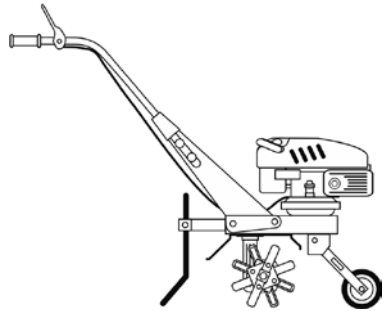
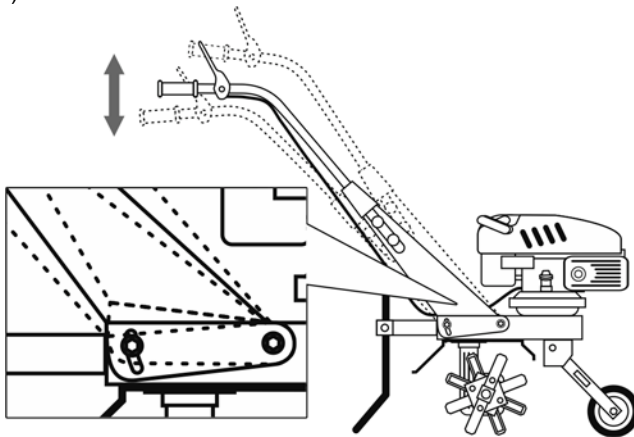

Рис. 4.5.
Рис. 4.6.
7. Встановити рукоятки керма на балку керма (див. рис. 4.5.), протягнувши їх у отвори вушка і закріпивши кожен рукоятку двома болтами з доданого комплекту. При необхідності відрегулюйте положення керма по висоті (див. Рис. 4.6.).